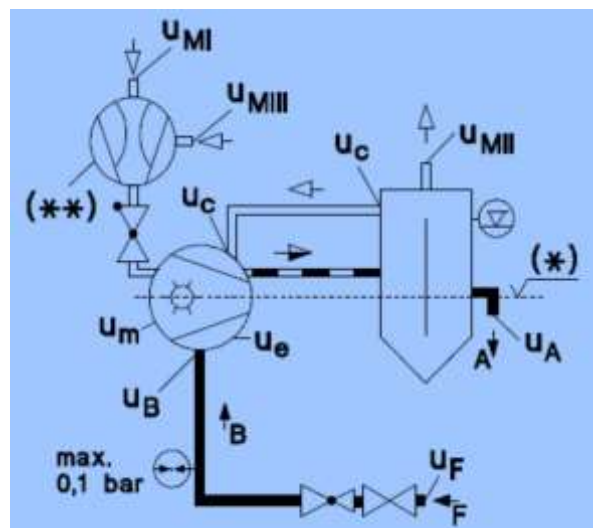

Bild 3
2.2.1 Kontinuerlig drivvätska (bild 3)